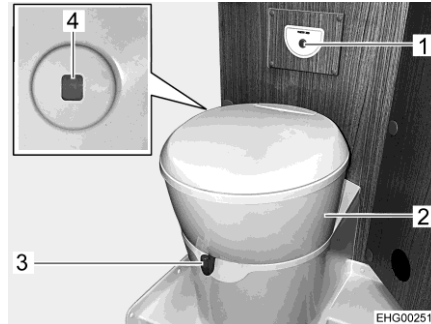

Fig. 129 Toilettes
Il est possible de tourner la cuvette dans la position souhaitée. Saisir pour ce faire le partie supérieur des toilettes (Fig. 129,2) des deux mains et tourner.
L'unité de commande avec le bouton de la chasse d'eau (Fig. 129,1) est positionné à proximité de la cuvette.
L'indicateur de niveau (Fig. 129,4) passe du vert au rouge quand le réservoir pour matières fécales doit être vidé.
- Avant d'actionner la chasse d'eau, ouvrir le curseur des toilettes. Pousser pour cela le levier du curseur (Fig. 129,3) dans le sens inverse des aiguilles d'une montre.
- Pour actionner la chasse d'eau, appuyer sur le bouton bleu (Fig. 129,1).